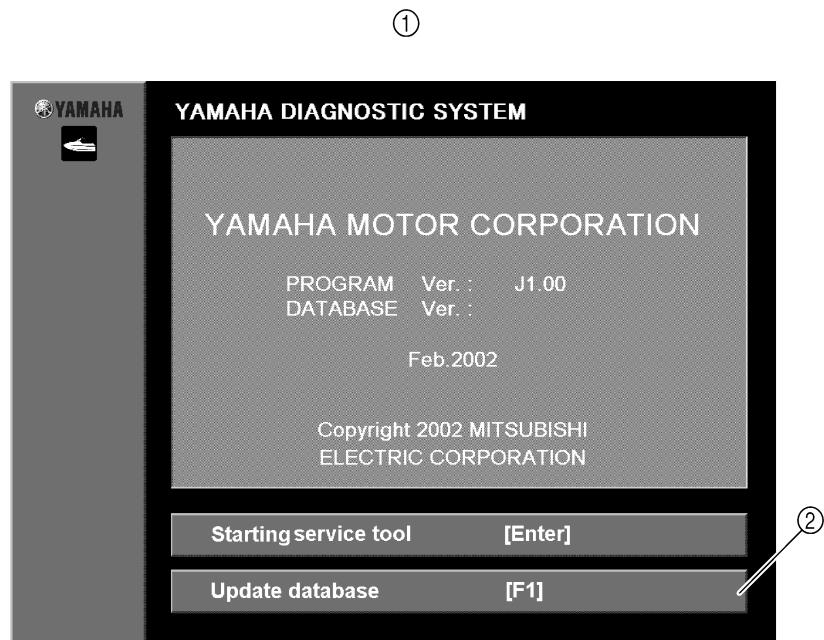
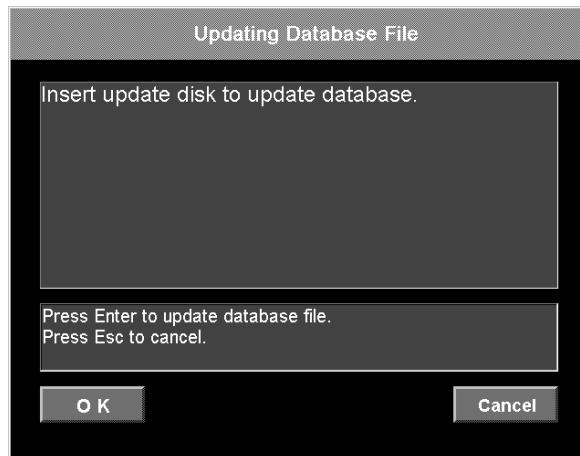

Fig. 12
Fig. 13
3. After about three seconds the display will automatically go to the first menu display, or you can click or press any key to go to the first menu. (See fig. 12.)
3. L'écran du premier menu apparaît dès que l'on appuie sur le bouton de la souris ou sur une touche du clavier. Sinon, il s'affiche automatiquement au bout de trois secondes environ (voir la fig. 12).
3. Nach etwa drei Sekunden erscheint automatisch das erste Menü. Sie können auch auf irgendein Feld oder eine Taste drücken, um zum ersten Menü zu kommen. (Siehe Abb. 12.)
3. Despues de unos tres segundos, aparece automáticamente el primer menú; tambien puede hacer clic o pulsar cualquier tecla para ir al primer menú. (Ver fig. 12.)
4. Click the **Update database [F1]** button or press the F1 key on your keyboard. (Fig. 12)
- ① First menu
② Click to update database
4. Cliquer sur le bouton **Update database [F1]** ou appuyer sur la touche F1 du clavier (Fig. 12).
- ① Premier menu
② Cliquer pour mettre à jour la base de données
4. Klicken Sie auf das Feld **Update database [F1]** oder drücken Sie die F1 Taste auf Ihrer Tastatur. (Abb. 12)
- ① Erstes Menü
② Klicken Sie auf aktualisieren der Datenbank
4. Haga clic en el botón **Update database [F1]** o pulse la tecla F1 del teclado. (Fig. 12)
- ① Primer menú
② Haga clic para actualizar la base de datos
6. Click the **OK** button or press the Enter key on your keyboard to start copying the database files. (Fig. 13)
6. Cliquer sur le bouton **OK** ou appuyer sur la touche Entrée du clavier pour commencer la copie des fichiers de la base de données (Fig. 13).
6. Klicken Sie auf **OK** oder drücken Sie die "Enter"-Taste auf Ihrer Tastatur, um das Kopieren der Datenbankdateien zu starten. (Abb. 13)
6. Haga clic en el botón **OK** o pulse la tecla Intro del teclado para iniciar la copia de los archivos de la base de datos. (Fig. 13)